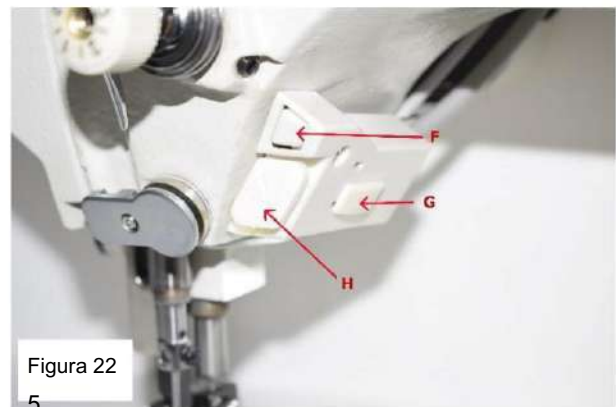

Figura 22
La marcha atrás (reversa) se puede realizar presionando la palanca (C) fig. 21 o presionando el botón (H) Figura 22. Si activa y configura el rematado automático al principio (D) y al final (E) Fig. 21, esto se realizará automáticamente al principio y al final de la costura. La primera pedalada después del corte se considera el inicio y el final se logra pedaleando hacia atrás.